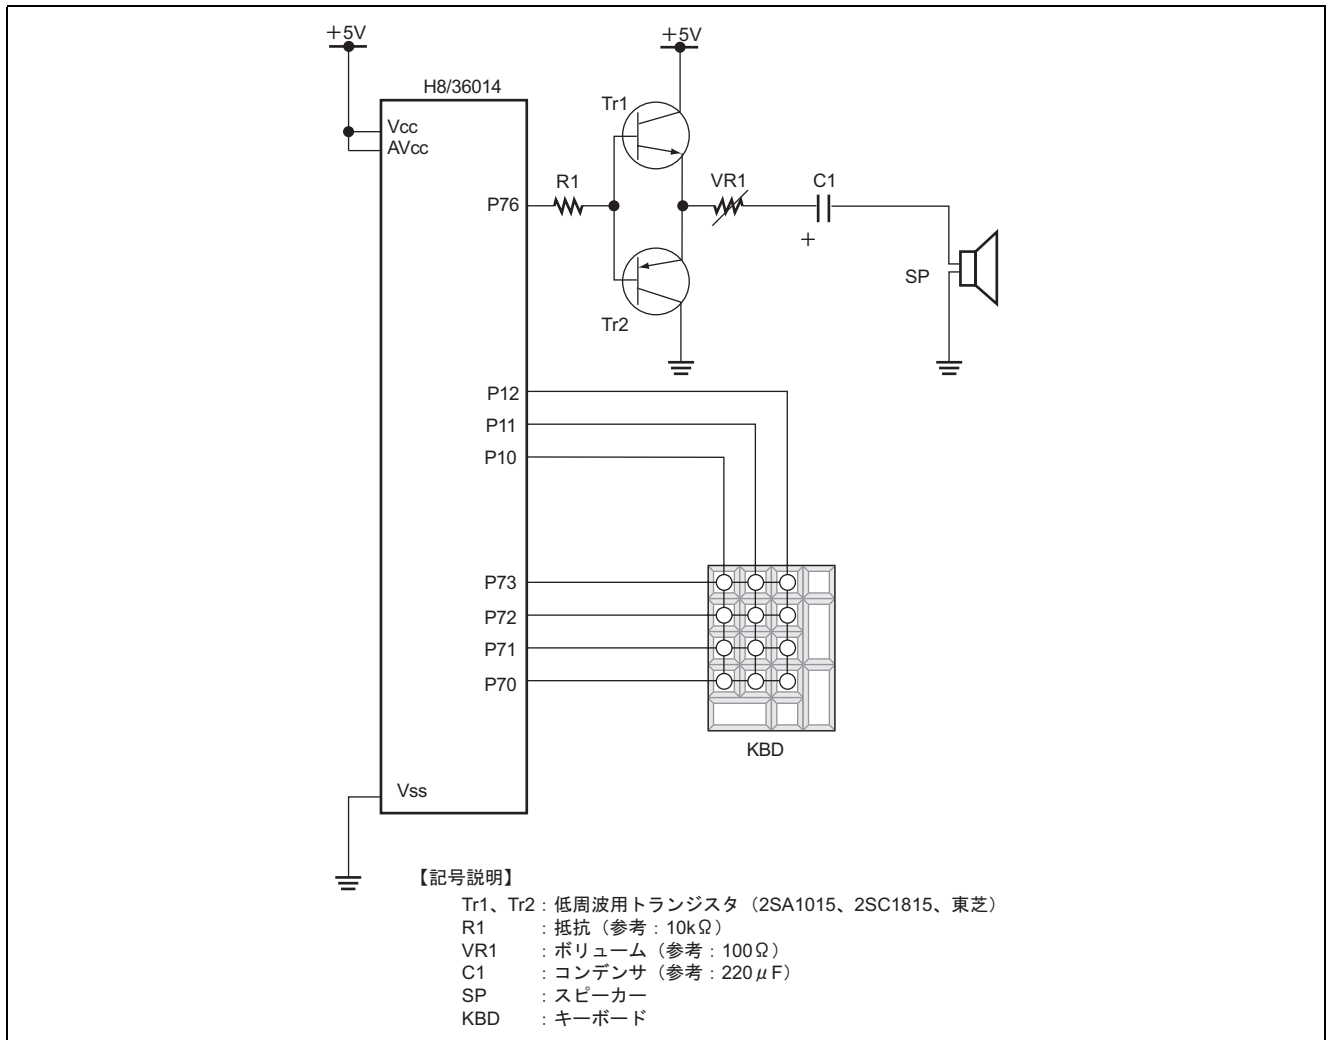

図 1.1 ハードウェア構成
1. 図 1.1 に音階出力回路接続例のハードウェア構成を示します。図 1.1 に示すように、キーボードを I/O ポート (P10~P12 および P70~P73 端子) に接続します。